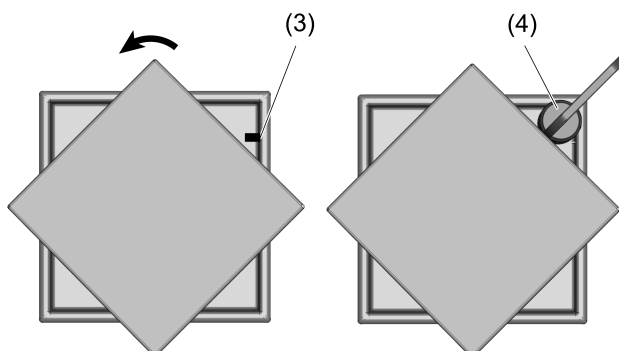

Figure 2: Démontage de l'applique lumineuse
- Tourner l'applique lumineuse de 45° pour que le marquage (3) soit visible (Figure 2).
- Placer l'aimant (4) sur la plaque centrale à la hauteur du marquage (3) jusqu'à l'émission d'un clic.